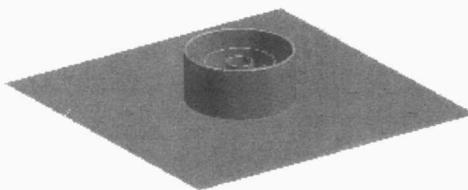

图 1-22 分型面
⑥ 在分型面对话框上单击“确定”按钮，系统自动创建分型面，如图1-22所示。